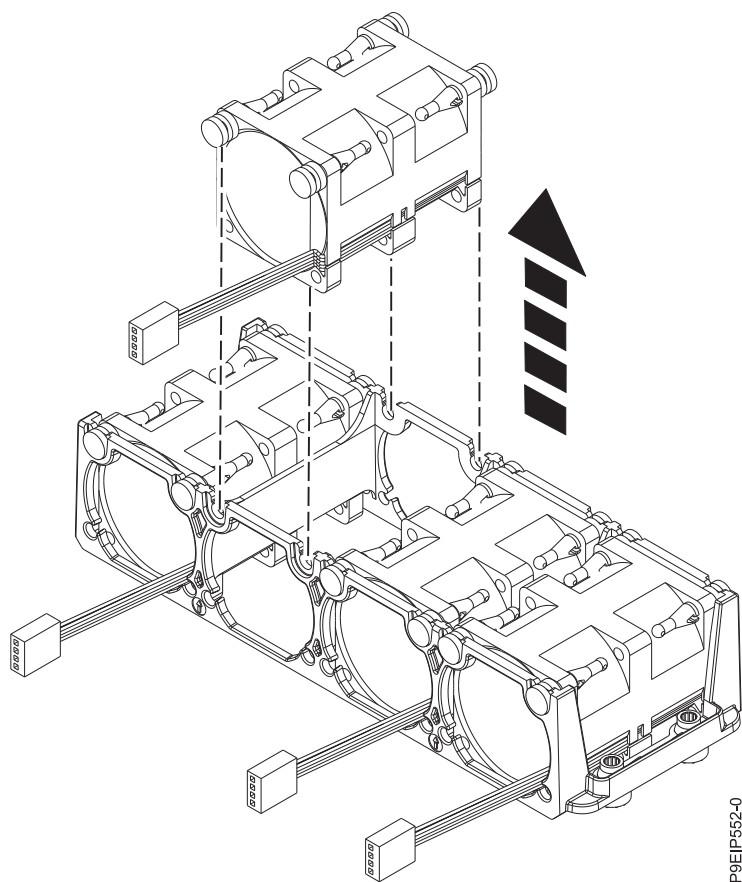

Figura 14. Removendo um ventilador
3. Empurre o ventilador para cima do suporte, conforme mostrado na Figura 14 na página 19.